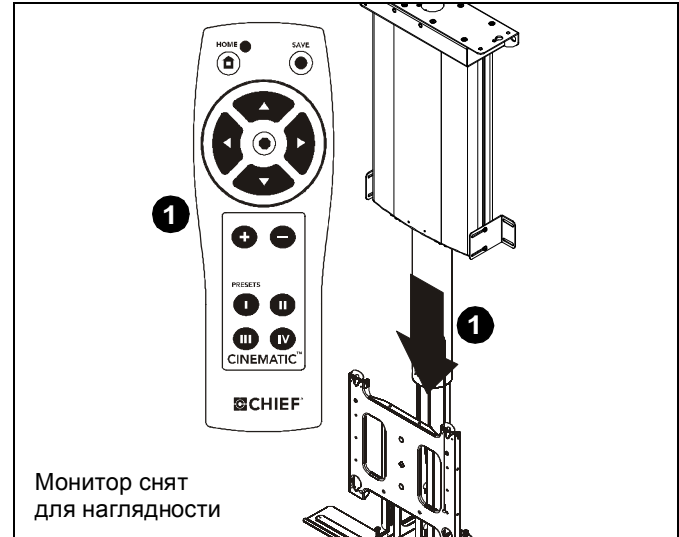

рис. 23
3. Если расстояние, определенное в действии 1, выше, больше толщины устанавливаемой нижней крышки, опустите монитор с помощью пульта ДУ, чтобы две контргайки, закрепляющие правый и левый кронштейны регулировки крышки, были доступны. (см. рис. 23)